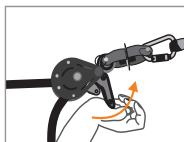

Fig. 5
Para desmontar a corda, puxe a alavanca do came (4) (**Fig. 5**). Solte o conjunto e volte a colocar na embalagem de origem. Não deixe a corda de salvamento instalada após uma intervenção. A corda de salvamento deverá ser instalada para, no máximo, um dia de intervenção.